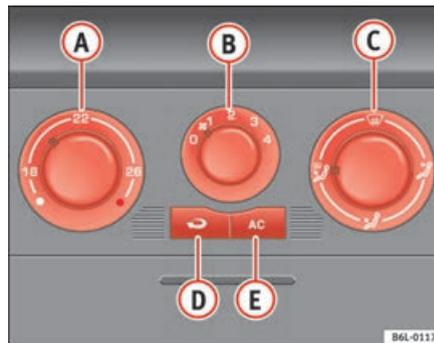

Fig. 95 Sulla plancia portastrumenti: i comandi dell'aria condizionata
- Disattivare l'impianto del condizionatore con il tasto ⇒ fig. 95  (si spegne la spia del tasto).
L'uso della funzione di ricircolo ⇒ pag. 128, fig. 95  (spia nel tasto accesa) impedisce la penetrazione di cattivi odori all'interno dell'abitacolo. Questa funzione è particolarmente utile nelle gallerie e quando si è fermi in coda.